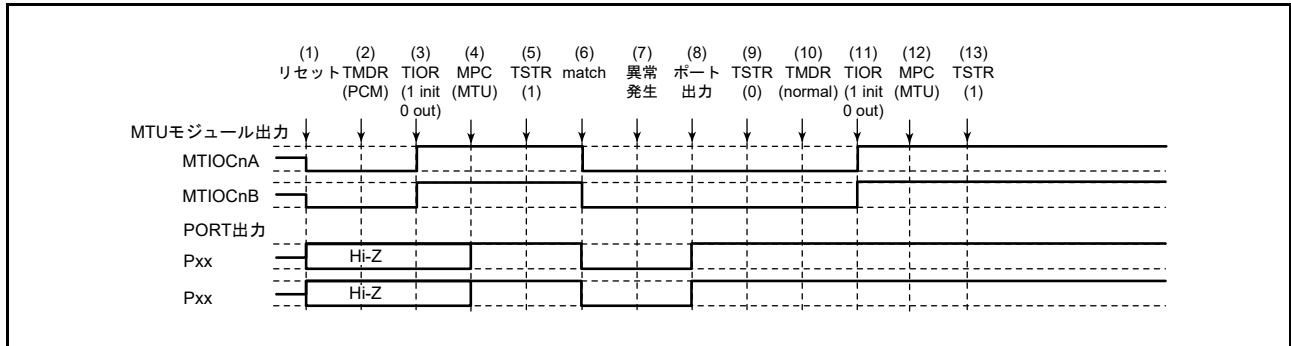

図 22.170 位相計数モードで異常が発生し、ノーマルモードで復帰する場合
位相計数モードで異常が発生し、再設定後ノーマルモードで再スタートする場合の説明図を図 22.170 に示します。
(1) ~ (9) は図 22.170 と共通です。
(10) PWM モード1を設定します。
(11) TIOR レジスタで端子を初期化してください（PWM モード1では MTIOCnB (MTIOCnD) 端子に波形が出力されません。出力すべきレベルがある場合は、I/O ポートのポート方向レジスタ (PDR)、ポート出力データレジスタ (PODR) で汎用出力ポートの設定をしてください)。
(12) MPC と I/O ポートのポートモードレジスタ (PMR) で MTU 出力としてください。
(13) TSTR レジスタで再スタートします。
(19) 位相計数モードで動作中に異常が発生し、PWM モード2で再スタートする場合の動作
(10) PWM モード2 を設定します。
(11) TIOR レジスタで端子を初期化してください (PWM モード2 では周期レジスタに使用した TGR レジスタに対応する端子に波形が出力されません。出力すべきレベルがある場合は、I/O ポートのポート方向レジスタ (PDR)、ポート出力データレジスタ (PODR) で汎用出力ポートの設定をしてください)。
(20) 位相計数モードで動作中に異常が発生し、位相計数モードで再スタートする場合の動作
(10) 位相計数モードで再スタートする場合には必要ありません。
(11) TIOR レジスタで端子を初期化してください。
(21) 相補 PWM モードで動作中に異常が発生し、ノーマルモードで再スタートする場合の動作